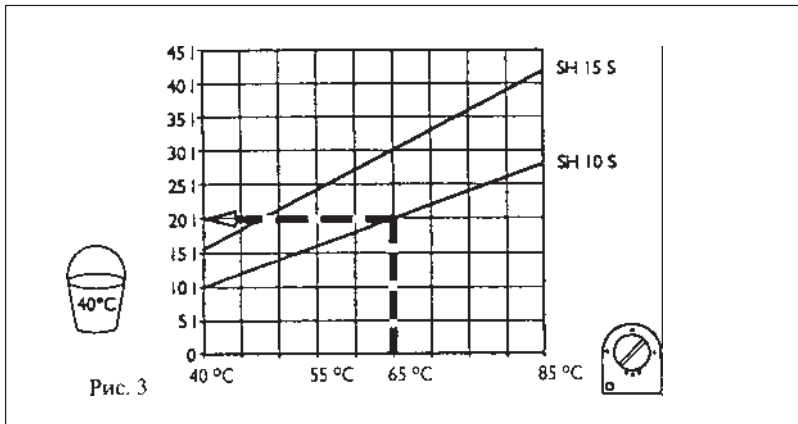

Рис. 3
Количество смешанной воды (рис. 3) зависит от установленной температуры. Пример: прибор SH 10 S при установленной температуре 65°С при смешивании с холодной (15°С) водой дает 20 л воды с температурой 40°С.
- большое количество смешанной воды (рис. 3).